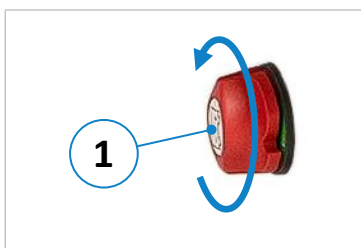

Figure 21 : retirer la poignée
- Mettre la poignée de l'interrupteur principal en position "OFF" en la tournant dans le sens de la flèche ↻ (voir aussi ⇒ Figure 21).